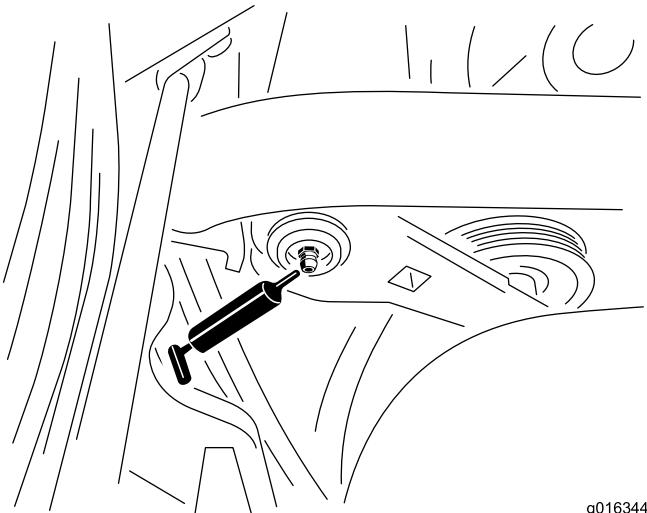

Figura 30
1. Limpe os bocais de lubrificação para não forçar a entrada de matérias estranhas no rolamento ou casquilho (Figura 30).